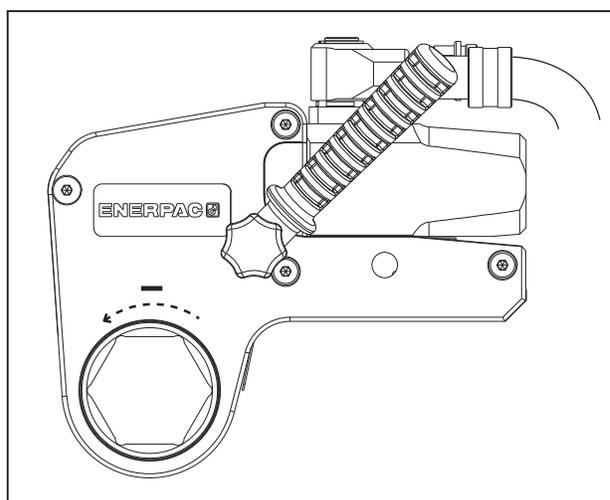

Fig. 11
4.3.3 Desserrage des écrous et boulons (fig. 11 et 12)